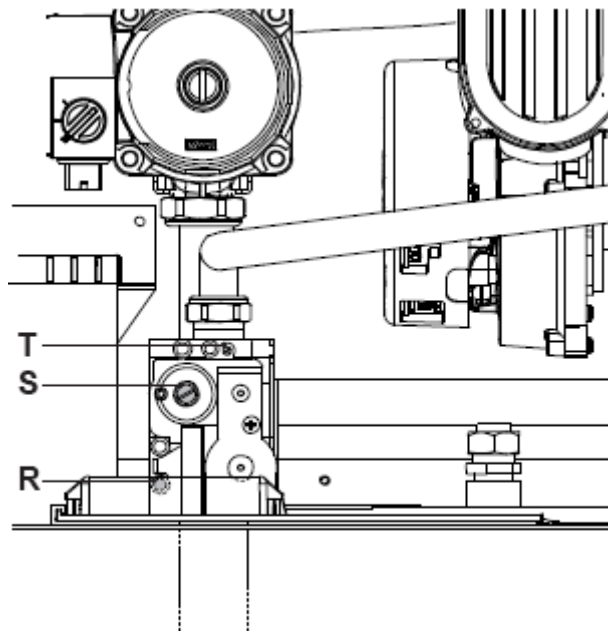

рис. 7.1
- При выключенном, неработающем котле с помощью штуцера (R) проверьте давление газа (рис.7.1) и сравните полученное значение с приведёнными в таблице «Давления газа» в разделе «4.4 Технические данные» на стр. 19
- Хорошо закройте штуцер давления (R), см. рис. 7.1 .